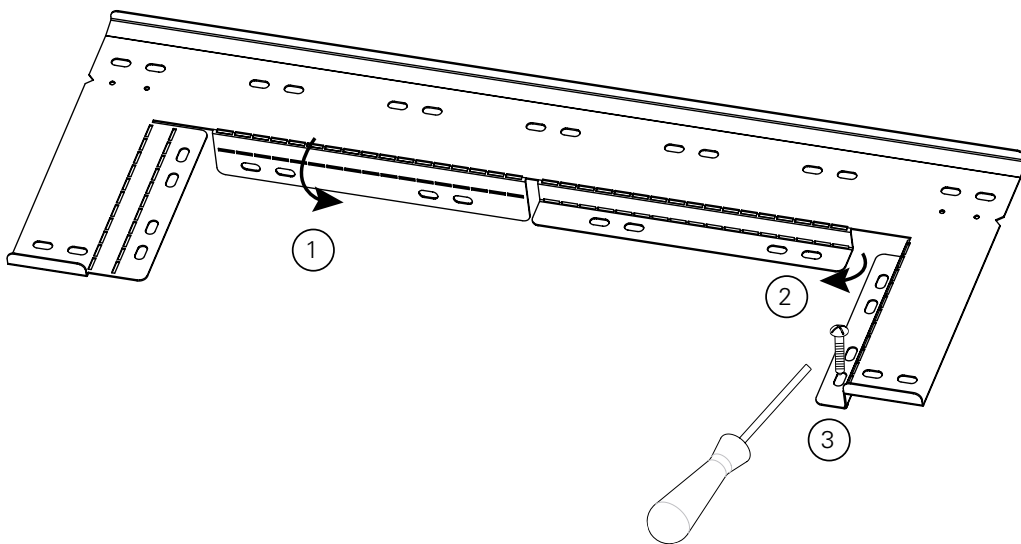

Fig. 6: Bending the wall bracket
1. Buig de muurbeugel zoals aangegeven in fig. 6. De gaten in het omgebogen gedeelte worden gebruikt om de muurbeugel aan de muur te bevestigen.